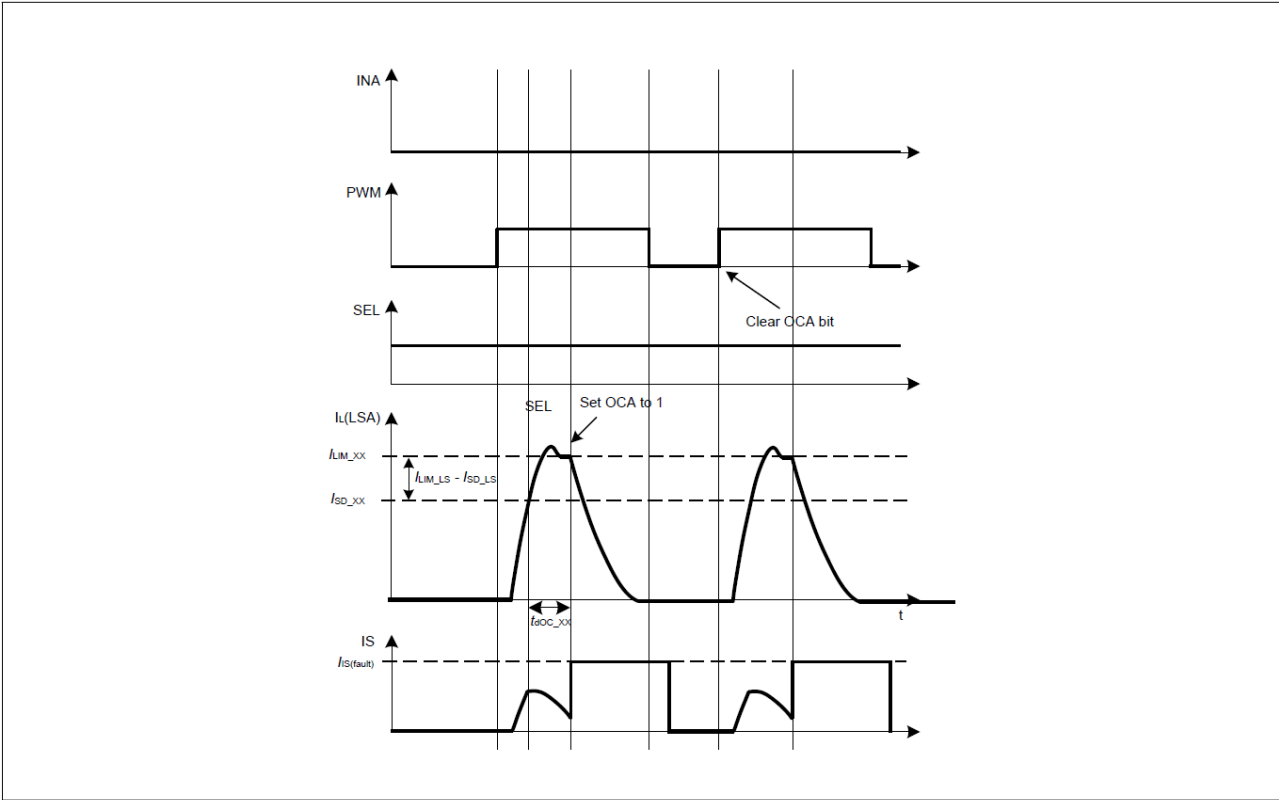

Figure 22 Recovery of short circuit and overcurrent protection by input bits
- 通过输入脉冲（PWM、INA 和 INB）打开 MOSFET，如图22所示
如图22 所示 恢复将由控制字节 中的输入位控制。当开启MOSFET 的输入位发送到器件时，它的行为如下：